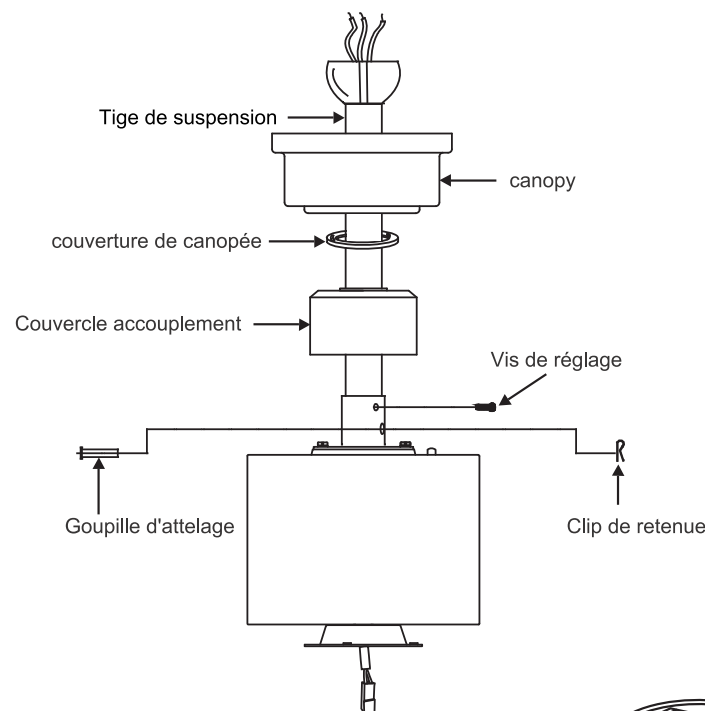

Fig. 9
Étape 8. Faites glisser le couvercle d'accouplement, le couvercle de l'auvent et l'auvent sur la tige de suspension. (**Fig. 9**).
Enfilez la boule de suspension sur la tige de suspension, insérez la goupille transversale dans la tige de suspension et serrez. Serrez maintenant la vis de réglage. (**Fig. 9**).